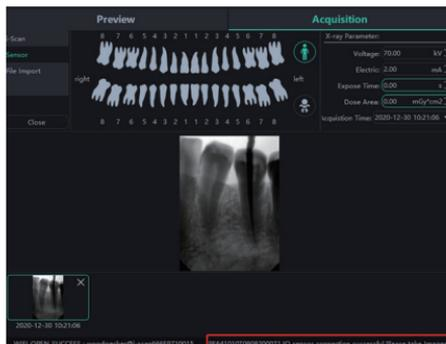

Figura 22
a) Conecte el dispositivo sensor a la interfaz USB del ordenador, y seleccione el tipo de dispositivo "Sensor" en el área 1, tal y como se muestra en la Figura 22. Haga clic en "Abrir", el dispositivo entrará en estado de adquisición y comenzará a adquirir imágenes. En este momento, el número de serie del sensor se muestra en la barra de estado del software del área 2, como se muestra en la Figura 22. Cuando se utilice el sensor por primera vez, se preguntará al usuario "Si desea descargar el archivo de calibración a través de la red". Haga clic en "Sí" para iniciar la descarga; si hace clic en "No", se le preguntará si desea importar manualmente el archivo de calibración. Haga clic en "Sí" para seleccionar el archivo de calibración que desea importar. Generalmente, la imagen adquirida por el sensor será mejor después de seleccionar el archivo de calibración, como se muestra en las Figuras 23, 24.